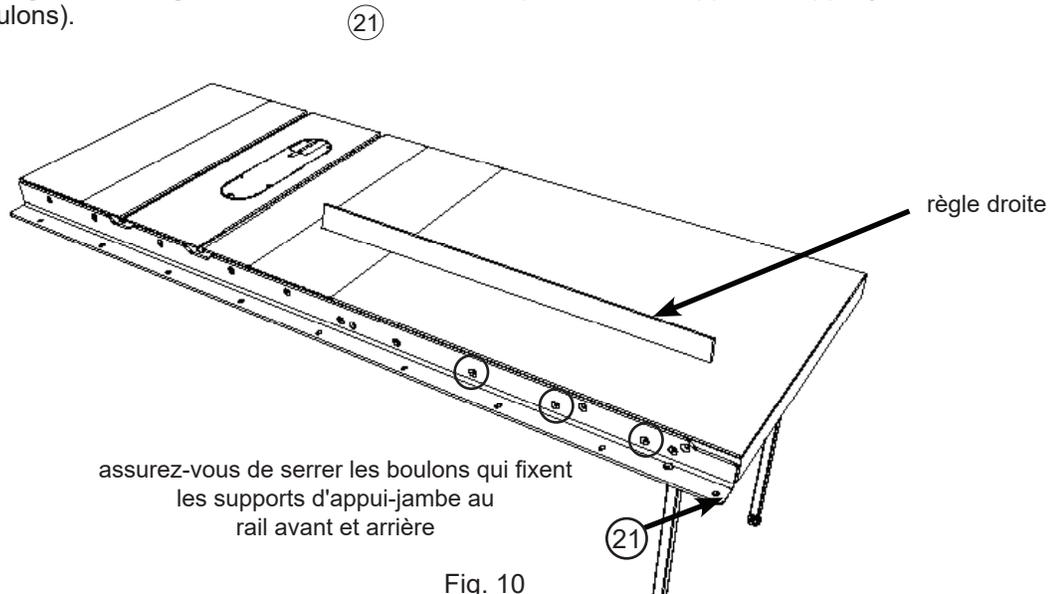

Fig. 10
14. Installez un boulon à tête fraisée à six pans creux M8x40 (17) à travers le trou restant dans le rail avant et dans le trou correspondant sur le bord avant de la table à rallonge pour un système de clôture de 36", ou installez des boulons à tête fraisée à six pans creux M8 x 40 (17) à travers les trois trous de rail avant restants et dans les trous correspondants du bord avant de la table à rallonge pour un système de clôture de 52" (voir les cercles sur la fig. 10). Installez un boulon à tête fraisée à six pans creux M8 x 40 (17) à travers le rail arrière et dans le trou correspondant du bord arrière de la table à rallonge pour un système de clôture de 36", ou utilisez trois boulons à tête fraisée à six pans creux M8 x 40 (17) pour un système de clôture de 52". Placez une rondelle M8 (14) et un contre-écrou M8 (16) sur chaque boulon et serrez à la main.
Utilisez une règle droite pour niveler le bord avant de la table à rallonge par rapport à la scie à table (voir fig. 10). Vous devrez peut-être tirer ou pousser la table à rallonge pour la mettre à niveau. Une fois que le bord avant de la table à rallonge est à niveau, utilisez une clé hexagonale de 5 mm et une clé de 13 mm pour serrer à fond les écrous des boulons le long du rail avant. Répétez le processus pour niveler le bord arrière de la table à rallonge. Serrez également à fond les boulons qui fixent les supports d'appui-jambe aux rails avant et arrière (boulons).